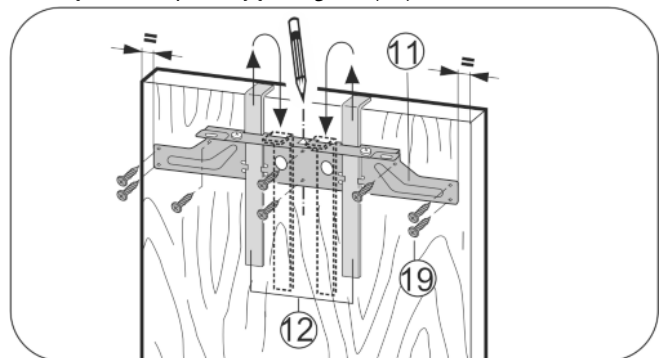

Fig. 18
- ▶ Zaczepić poziomą listwę mocującą Fig. 18 (11) z pomocami montażowymi Fig. 18 (12) po wewnętrznej stronie drzwi meblowych.
- ▶ Szybę Fig. 18 (11) przełożyć na drzwiach.
- ▶ Poziomą listwę mocującą Fig. 18 (11) przykręcić co najmniej 6 śrubami Fig. 18 (19).
- ▶ Poziomą listwę mocującą Fig. 18 (11) przykręcić 4 śrubami Fig. 18 (19) na brzegu.
- ▶ Wyciągnąć pomoce montażowe Fig. 18 (12) do góry i wsunąć po obróceniu w znajdujące się obok otwory.